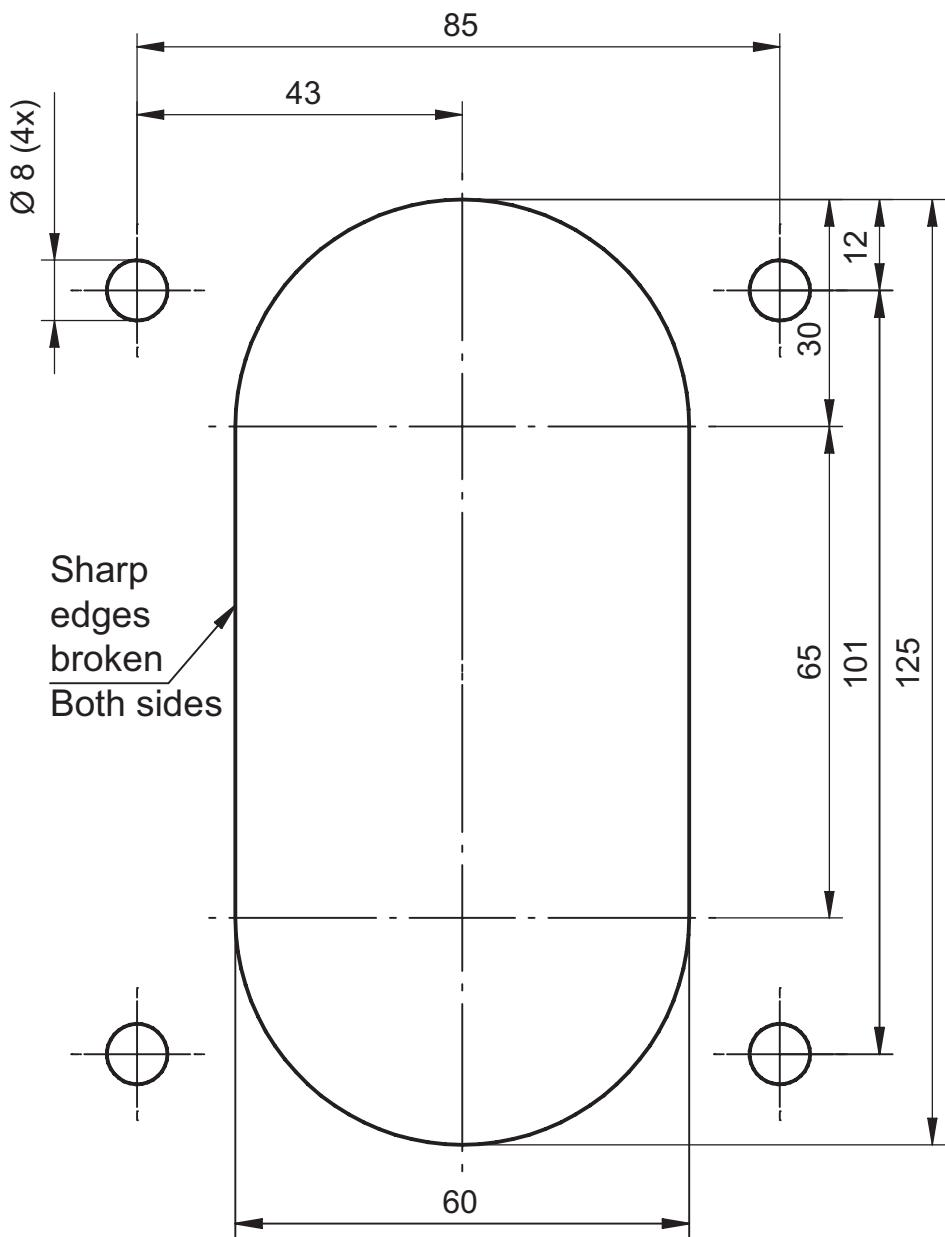

Fig.2.
- Pour pratiquer une ouverture dans le pont ou la cloison, coupez deux trous circulaires de 60 mm de diamètre avec c/c 65 mm. Utilisez une scie à métaux pour ouvrir le trou ovale, voir la fig. 2. Éliminez les bords coupants avec du papier de verre ou une lime. Percez 4 trous pour les vis de fixation. Utilisez un positionnement fermé des trous. Voir la fig. 2.
- Para abrir un orificio en la cubierta o el mamparo, corte dos orificios circulares de 60 cm de diámetro con c/c 65 mm. Use una sierra para ampliarlo hasta un agujero oval, véase la Fig. 2. Alise todos los bordes afilados con papel de lija o una lima. Taladre 4 agujeros para los tornillos de fijación. Utilice el esquema adjunto de orificios. Véase la Fig. 2.
- Per realizzare un foro sulla coperta o sulla paratia tagliare due fori circolari di diametro 60 mm con c/c 65 mm. Usare un seghetto per realizzare un foro ovale, vedere fig. 2. Eliminare tutti i bordi taglienti con carta abrasiva o una lima. Realizzare 4 fori per le viti di fissaggio. Usare lo schema allegato per i fori. Vedere fig. 2.